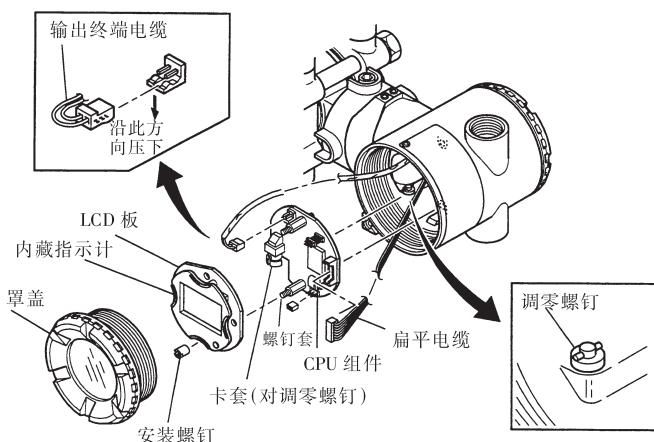

图 9.4.1 LCD 板与 CPU 组件的拆卸与安装
本节讲解内藏指示计替换方法, (见图 9.4.1) 替换时请采取静电措施。
本节介绍 CPU 组件替换步骤(见图 9.4.1) 替换时请采取防静电措施。
- ①旋出罩盖。
- ②调节调零螺钉, 直至螺钉头的槽孔位于水平位置, 如图 9.4.1 所示。
- ③拔出输出终端电缆(尾端接棕色端子)。操作时, 轻轻按住 CPU 组件上的插座, 拔出电缆, 使其脱离。
- ④用套筒螺丝刀(对边长 5.5mm)松开两颗螺钉套。
- ⑤沿直线取出 CPU 组件。
- ⑥拔下连接 CPU 组件与膜盒的扁平电缆, (尾端接黑色端子)。